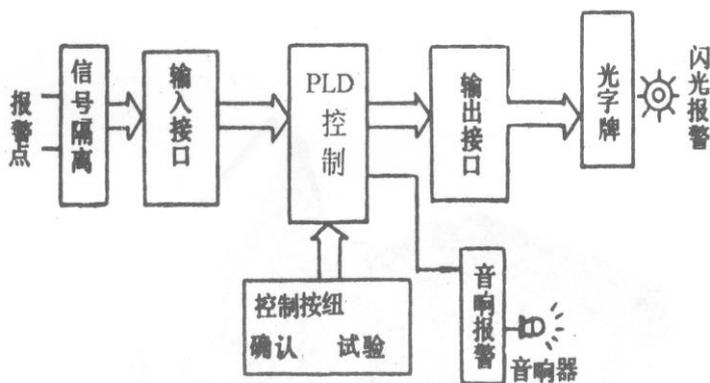

图8 XXS-95单点报警器控制原理图
3. 试验、确认、消音、复位按钮和报警信号到来时的报警器的状态见表（一）和（二），图 8 所示为报警器控制原理图。